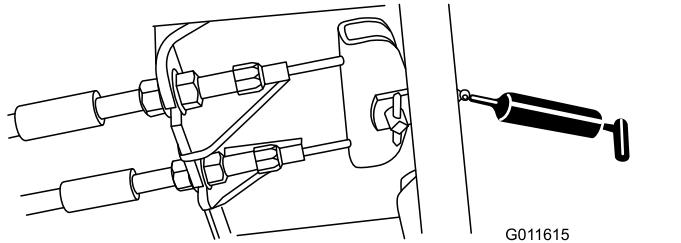

Figura 45
- Pedale del freno (1) (Figura 45)